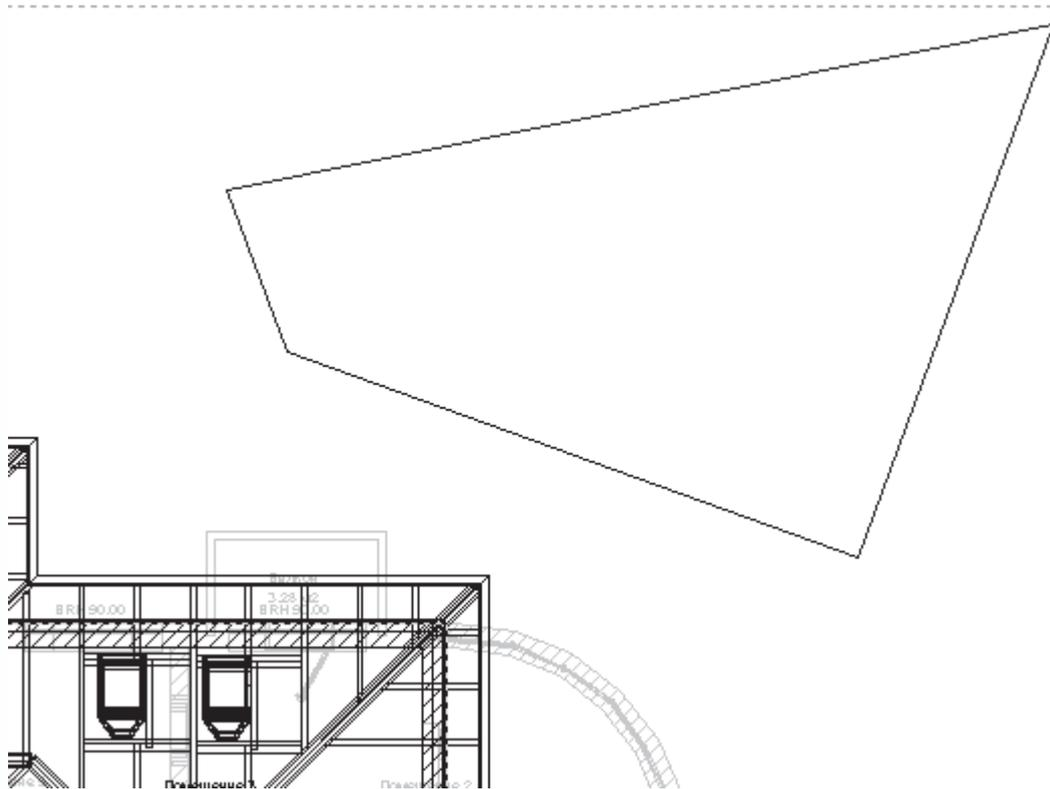

Рис. 4.65. Габаритный четырехугольник для холма
3. Последовательно щелкая кнопкой мыши на плане, создайте произвольный четырехугольник (рис. 4.65).